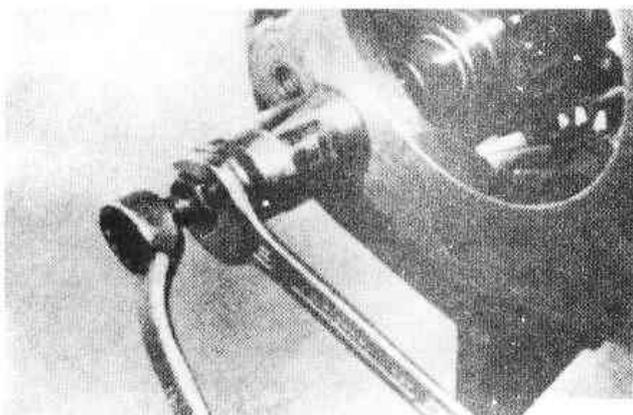

Рис.6.9. Снятие вала промежуточной шестерни заднего хода (Разд.3)
32. Вверните в вал заднего хода подходящий болт с гайкой, шайбой и подходящей втулкой. Затягивая гайку, выньте вал заднего хода (Рис.6.9).